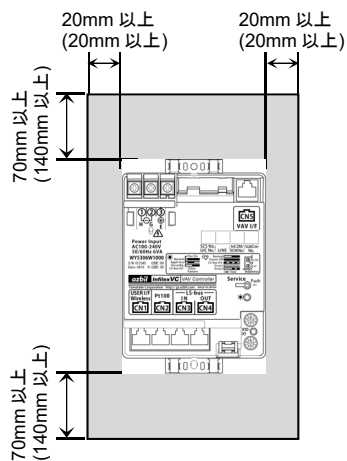

図10 メンテナンス用スペース正面図
- (1) 本製品を設置するときには、確実にねじ止めして、ぐらつきなどがないようにしてください。
- (2) 本製品を取り付ける際には、図10に示すようなメンテナンス用のスペースをとってください。取付面は鉛直方向になるように取り付けてください。また、製品の銘板が確認できる位置に取り付けるようにしてください。